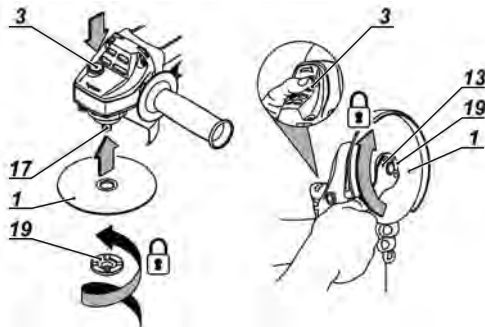

Fig. 8 – Troca do disco
- 6 - Coloque a porca (19) no eixo e aperte-a com a chave (13), Fig. 8;